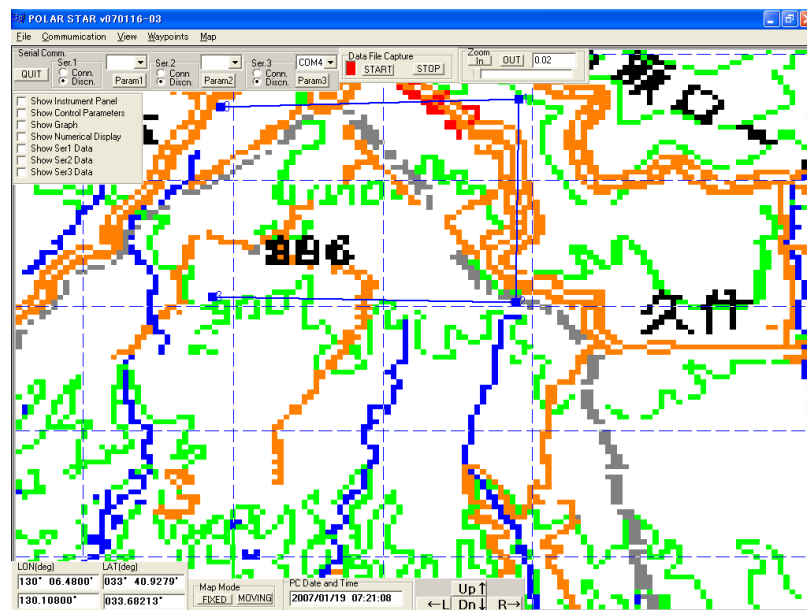

図 2.21: マウスによるウェイポイント設定
2. 地図上をクリックし、図 2.21 のようにウェイポイントを設定します。設定できる最大ウェイポイント数は 100 個です。
¹¹ 図 2.21 では、4 点を周回するパターンを設定しようとしています。WP0 ~ WP3 の 4 点を指定すればよいことになります。最初のウェイポイント WP0 と最後のウェイポイント WP4 は、この後の操作で自動的に接続されます。